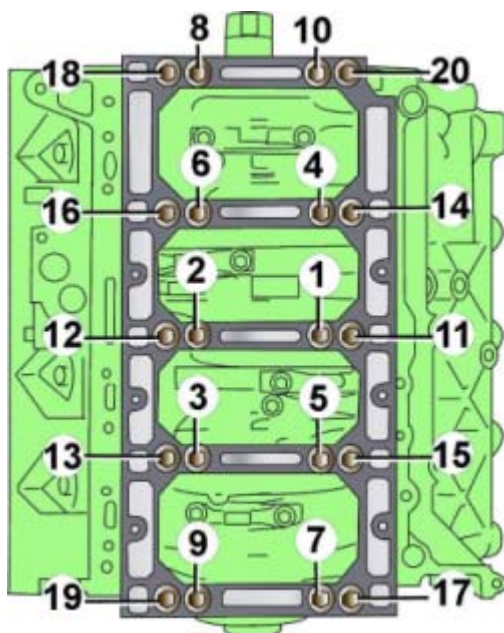

Рис. 3.4–39. Последовательность затяжки болтов крепления крышек коренных подшипников
**Рис. 3.4–38. Коленчатый вал: 1 – центрирующая втулка; 2 – звездочка; 3 – упорное кольцо; 4 – коленчатый вал; 5 – крышка подшипников; 6 – болт; 7 – упорное полукольцо; 8 – вкладыш коренного подшипника; 9 – втулка; 10 – установочный штифт; 11 – упорное полукольцо; 12 – вкладыш коренного подшипника**
Упорные полукольца 7 и 11 (рис. 3.4–38) установлены только на четвертом коренном подшипнике и используются для регулировки осевого зазора коленчатого вала.